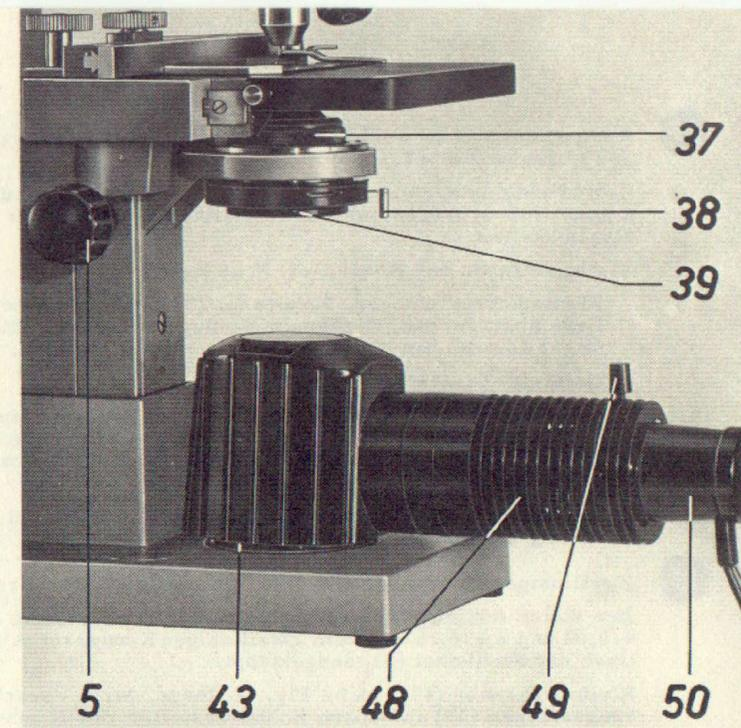

Fig. 12
Klemmschraube (49), siehe Fig. 12, lösen, durch Verschieben des Lampenfassungsstückes (50) und durch Höhenverstellen des Kondensators mit dem Triebknopf (5) die hellste und gleichmäßigste Sehfeldausleuchtung einstellen.